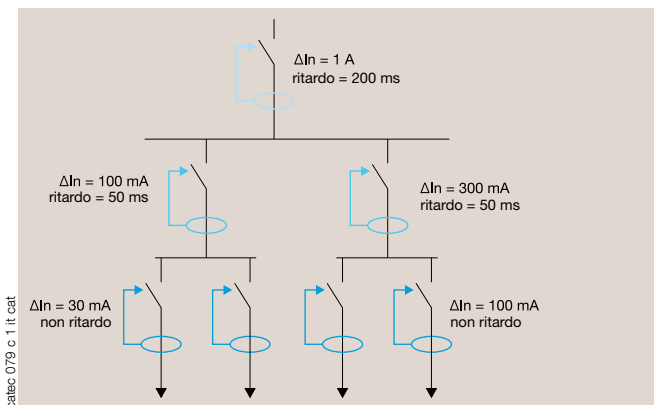

Fig. 1.
1. Il tempo di funzionamento del DDR a valle (t_{FB} fig. 2) deve essere inferiore al tempo di non funzionamento del dispositivo a monte (t_{nfA}). Una semplice soluzione per rispettare questa condizione consiste nell'utilizzo di DDR di classe S (ritardo regolabile). Il ritardo del DDR a monte dovrà essere superiore al ritardo del DDR a valle (Fig. 1).
2. La sensibilità del DDR a valle $I\Delta n B$ deve essere inferiore alla metà della sensibilità del DDR a monte $I\Delta n A$ (vedere fig. 1 e 2).